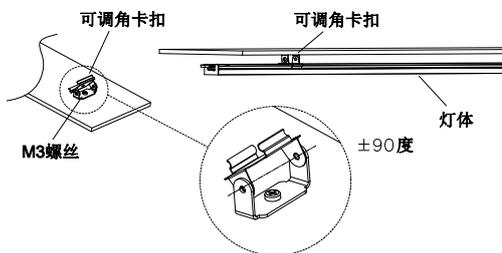

图 1
- 1、可调角卡扣安装: 将平装卡扣用螺丝固定在安装面上, 然后将灯体卡入卡扣内, 灯体可以绕卡扣支架 ± 90 度旋转。如图 1;